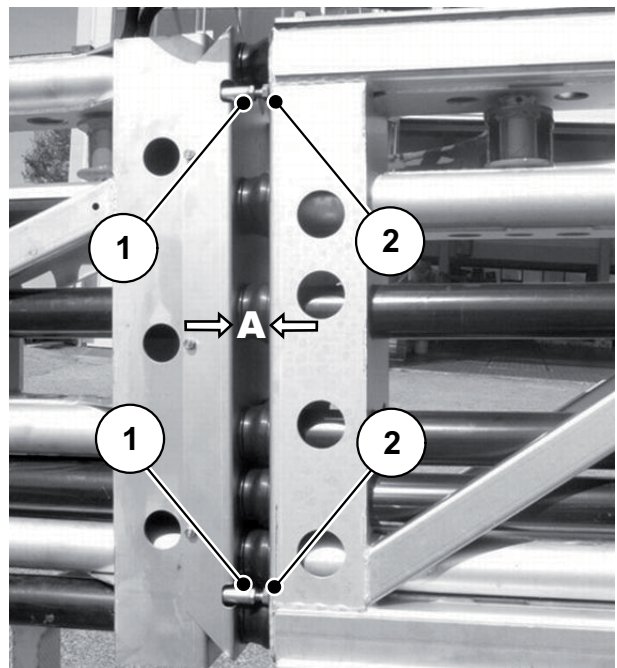

Рисунок 10.3: Выравнивание разложенных сегментов штанги в вертикальной плоскости.
- Расстояние А (см. Рис. 10.3: позиция **A**) составляет прибл.. **47 мм**.